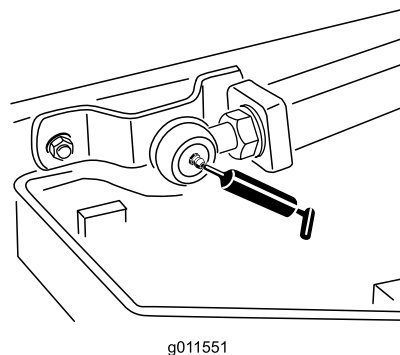

Figura 45
- Articulaiones de bola de los brazos de elevación (2) (Figura 45).